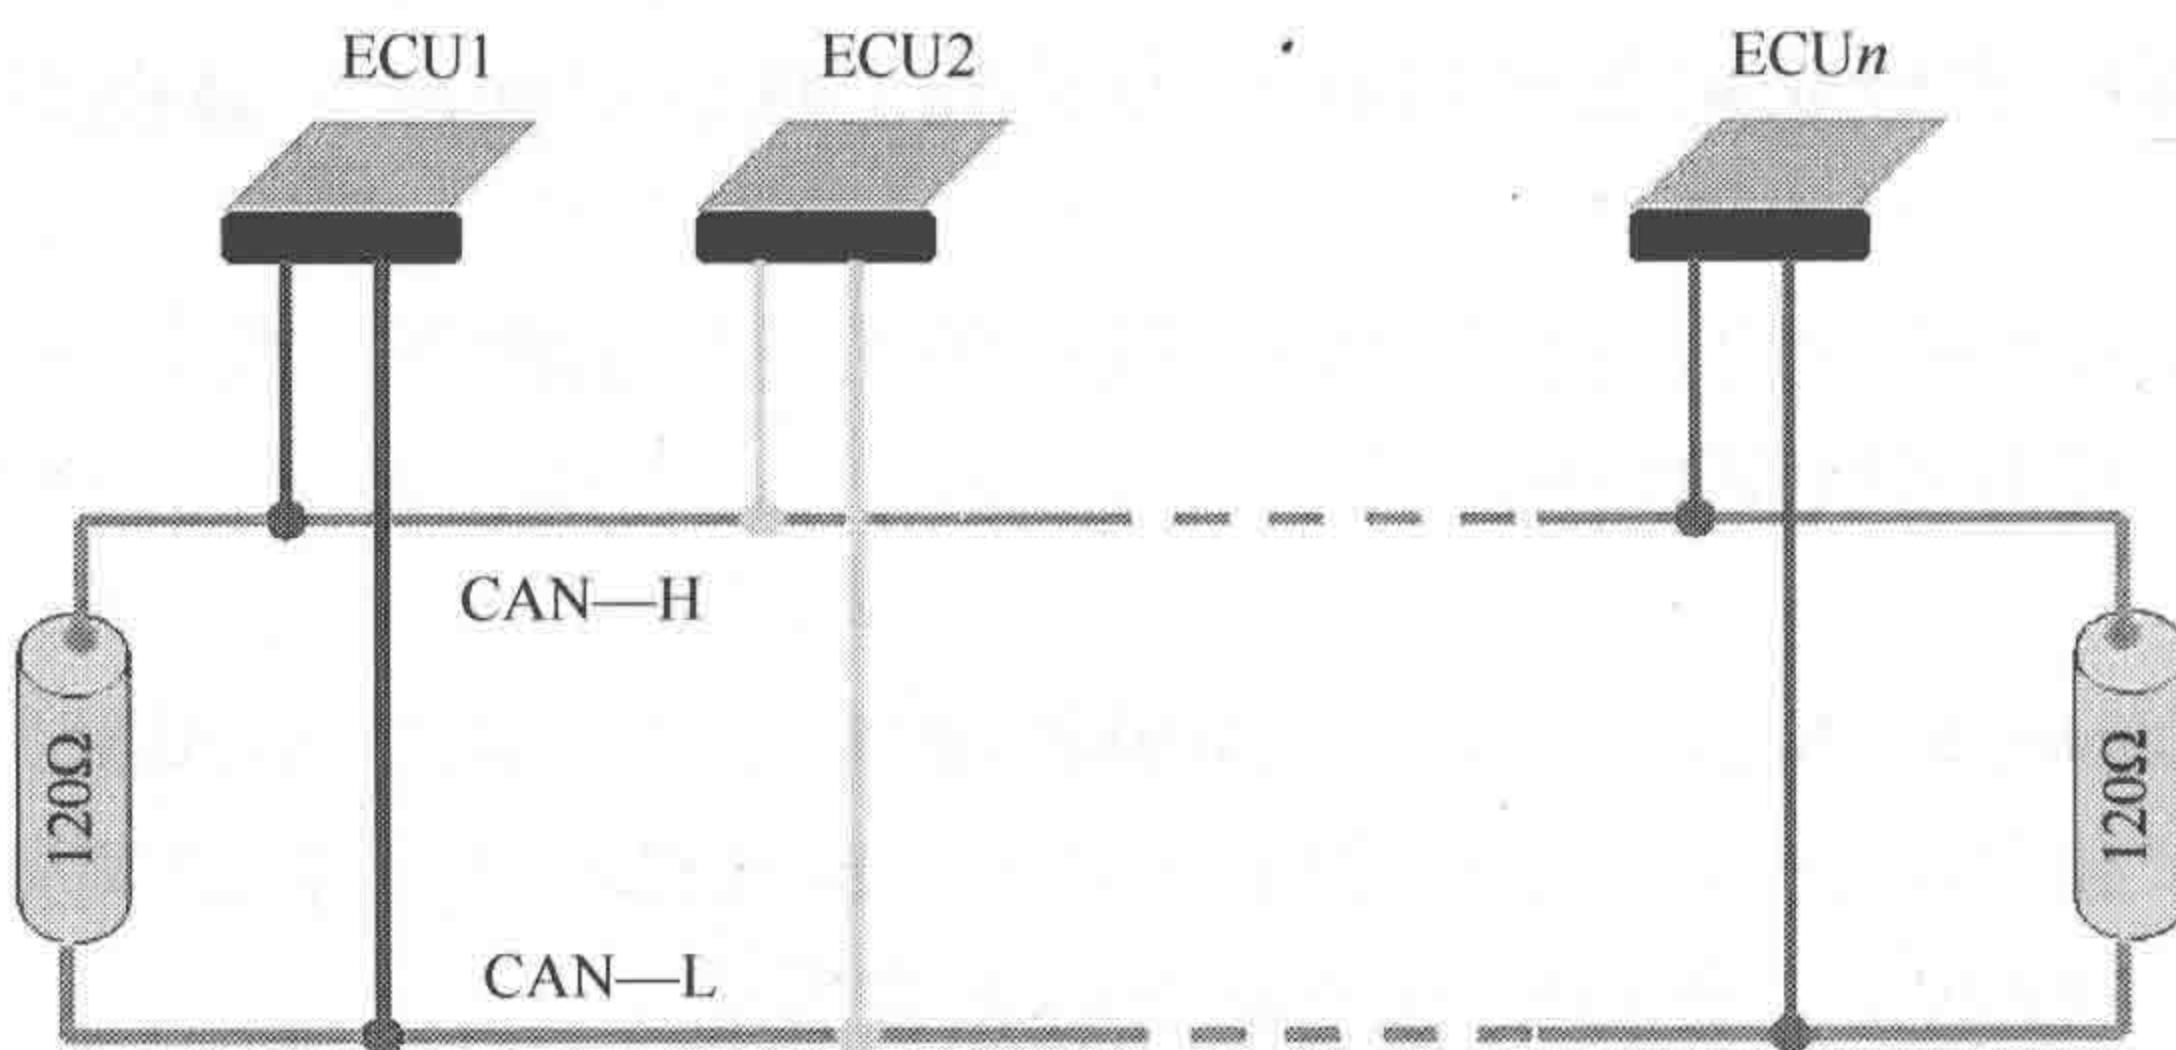

图 1-3 总线型网结构
(2) 总线型网 如图 1-3 所示，总线型网由 1 条总线连接入网电控单元（ECU），其特点是通信速率较高，分时访问优先权较前，较长的网络长度和较多的网络节点数会导致传输延时、电控单元驱动能力下降，所以适合传输距离较短、节点数不多的系统。车载网络多采用这种结构，尤其是低端网络。